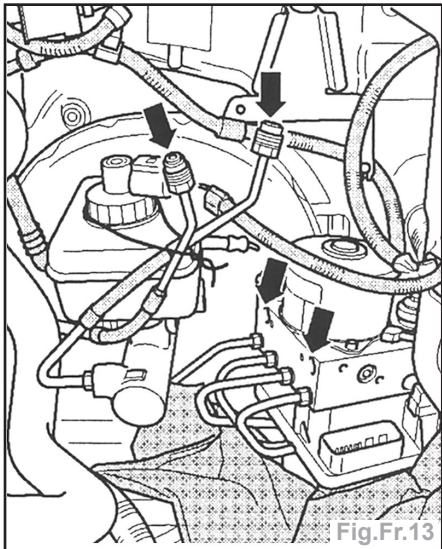

Fig.Fr.13
- Dévisser les conduites de frein allant de l'unité hydraulique au maître-cylindre (flèches) et les attacher de telle façon qu'elles restent orientées vers le haut (Fig.Fr.13).